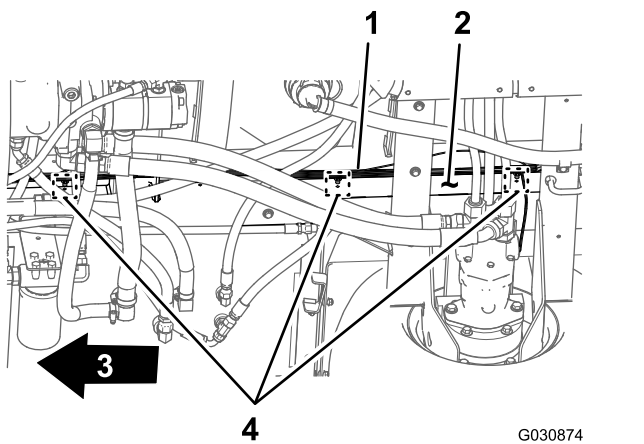

Рисунок 103
3. Проложите ответвление длиной 168 см жгута электропроводов вперед вдоль правой трубы рамы (Рисунок 103).
4. Вставьте три вставных держателя ответвления длиной 168 см заднего жгута проводов в отверстия в правой трубе рамы (Рисунок 103), из которых были извлечены вставные держатели старого жгута проводов; см. пункт 3 в разделе Отсоединение переднего и заднего жгутов проводов (страница 12).